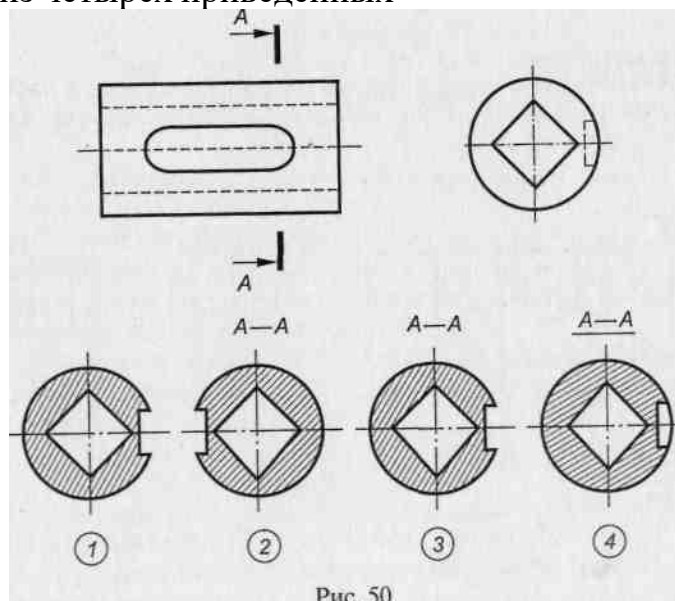

Рис. 50
2. На рис. 50 даны два вида детали и показаны четыре вынесенных сечения $A-A$. Определить, какое из четырех приведенных